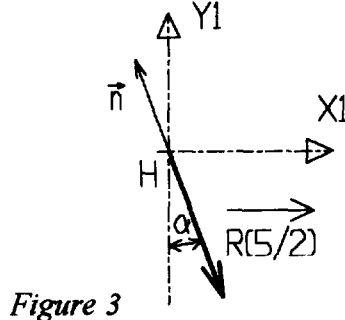

Figure 3
- Q1.1** Établir l'expression du torseur $\{T(1/2)\}$ des actions mécaniques transmissibles par la liaison pivot de centre E et d'axe (E, \bar{Z}_1) entre les solides 1 et 2. Expliciter la forme du torseur $\{T(5/2)\}$ des actions mécaniques transmissibles par la liaison ponctuelle de centre H et de normale \vec{n} entre les solides 5 et 2, en fonction des données de la Figure 3, $\alpha = 5^\circ$ et $\|\vec{R}(5/2)\|$.